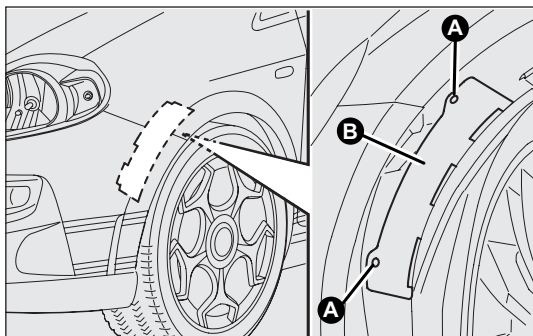

fig. 140
Anteriori fig. 140
- ❑ svitare i dispositivi di bloccaggio A-fig. 140 quindi sfilare lo sportello di accesso B;
- ❑ montare lo sportello B-fig. 140 quindi avvitare i dispositivi di bloccaggio A.